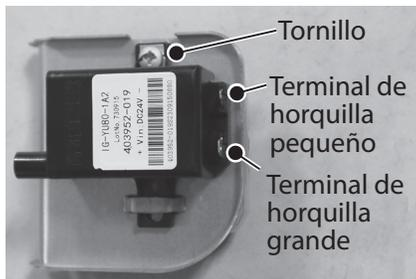

Figura 112 - Desconexión del conjunto de encendedor
- Desconecte las dos conexiones de terminal de horquilla en la parte trasera del encendedor, y retire el conjunto de encendedor y el soporte del calentador de agua. Consulte la Figura 112.